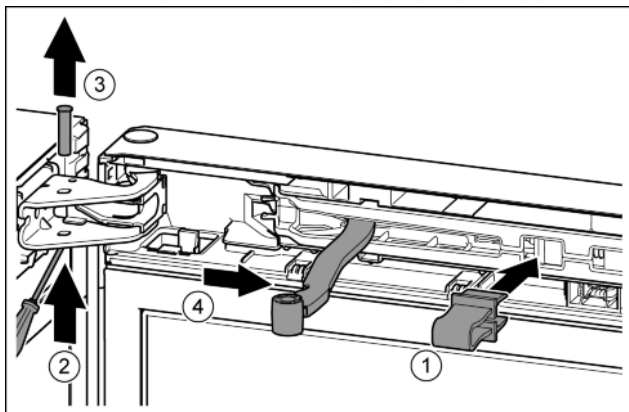

Fig. 12
- ▶ Зафиксировать предохранитель в отверстии. Fig. 12 (1)
- ▶ Выкрутить палец отверткой T15. Fig. 12 (2)
- ▶ Извлечь палец движением вверх. Fig. 12 (3)
- ▶ Повернуть шарнир в направлении двери. Fig. 12 (4)